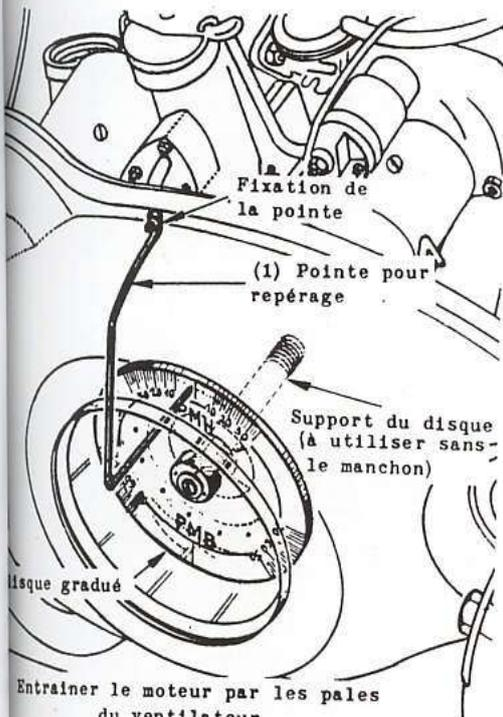

Figure 15. — Vérification du calage de la distribution à l'aide d'un disque gradué
- Monter aussitôt le support de disque gradué Wilmonda DAG et le disque gradué et la pointe repère (fig. 15).